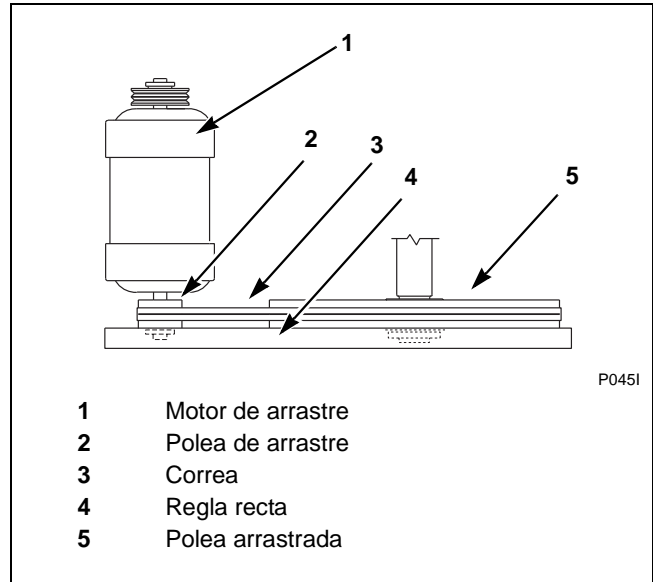

Figura 25
- b. Verifique que las correas trapezoidales estén bien alineadas comprobando la alineación de las poleas. Coloque una regla a través de ambas caras de las poleas. La regla deberá hacer contacto con las poleas en cuatro lugares. Consulte la *Figura 25*.